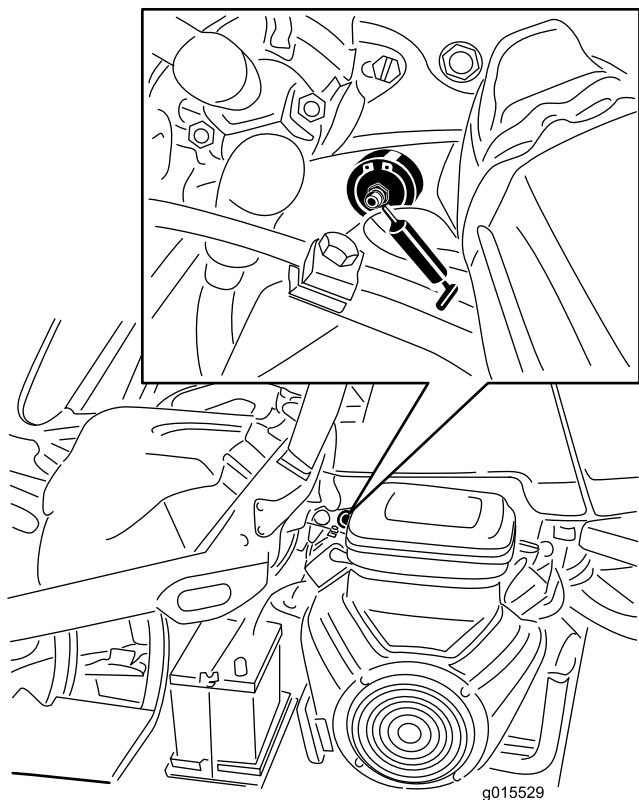

Figure 42
1. Essuyez le graisseur pour éviter que des impuretés ne pénètrent dans le roulement ou la bague (Figure 42).